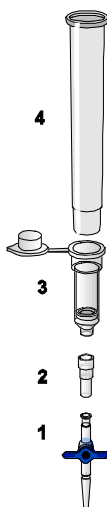

Figura 3. Montaggio dei componenti del QIAamp DSP Virus Kit per l'estrazione sottovuoto dei campioni:
Assicurarsi di aver installato correttamente il tubo di estensione (EXT), la colonna QIAamp MinElute, il connettore per vuoto (VacConnector, VC) e la valvola per vuoto (vedere Figura 3).
5. Centrifugare la provetta di lisi (LT) per ≥5 secondi alla velocità massima per rimuovere le gocce all'interno del tappo della provetta.
6. Cambiarsi i guanti e aprire con cautela la provetta di lisi (LT).
7. Aggiungere 600 µl di etanolo (96–100%) alla provetta di lisi (LT), chiudere il tappo della provetta e miscelare il campione mediante centrifugazione a impulsi con vortex per ≥15 secondi. Incubare per 5 minuti (±1 minuto) a temperatura ambiente (15–25°C).
8. Centrifugare la provetta di lisi (LT) per ≥5 secondi alla velocità massima per rimuovere le gocce all'interno del tappo della provetta.
9. Inserire la colonna QIAamp MinElute nel connettore per vuoto (VacConnector, VC) sull'apparato da vuoto (vedere Figura 3 a pagina 26). Inserire un tubo di estensione (EXT) nella colonna QIAamp MinElute aperta.